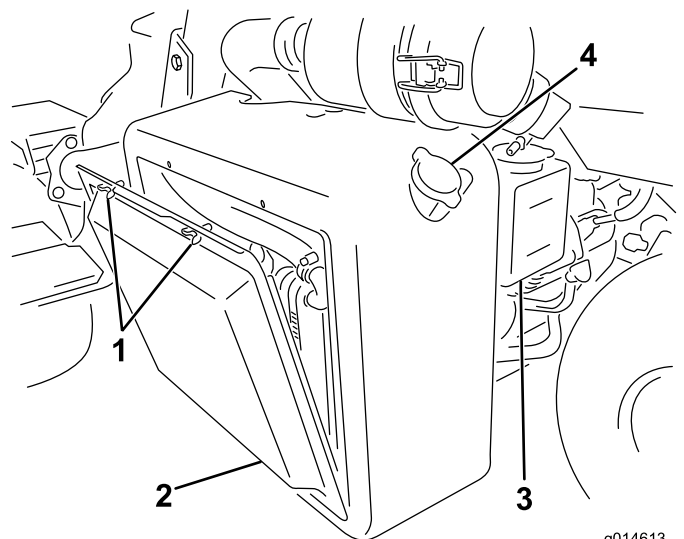

Figura 56
1. Rimuovete la griglia del radiatore (Figura 56).